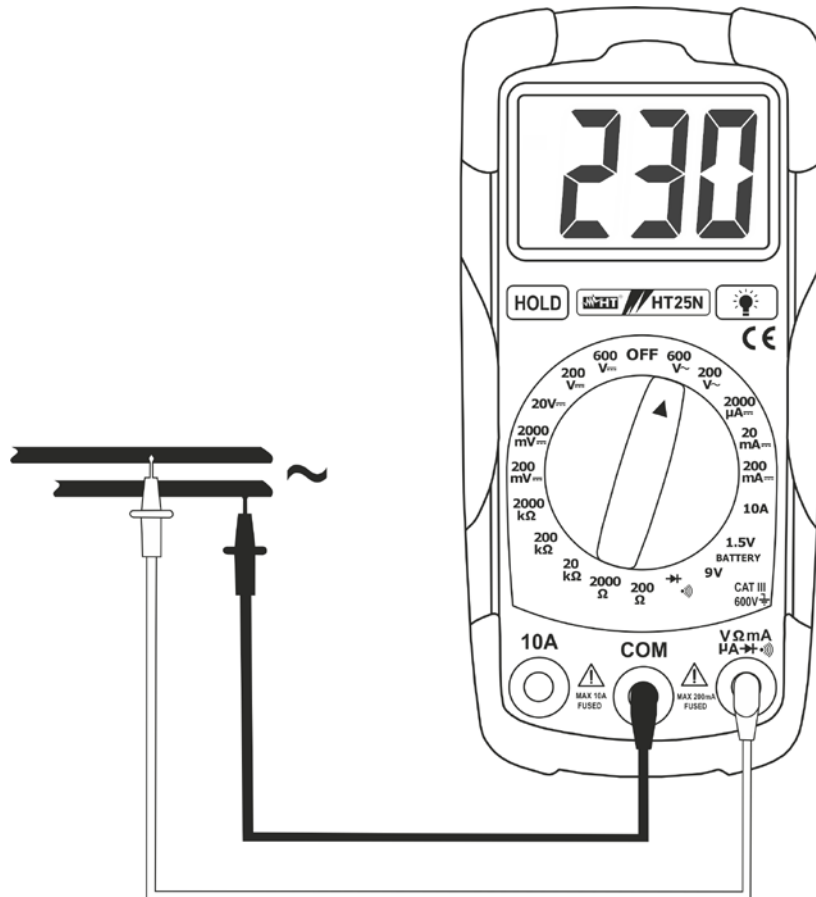

Abb. 3: AC-Spannungsmessung
3. Verbinden Sie nun die rote und die schwarze Messleitung wie in Abb. 3 gezeigt. Der Spannungswert wird auf dem Display angezeigt.